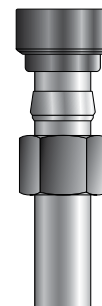
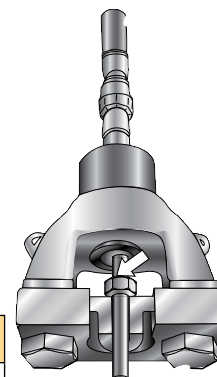

Abb. 1
Abb. 3
- Montieren Sie die CPI™/A-LOK® Mutter, den/die CPI™/A-LOK® Klemmring/e und die Körperpressschale wie in Abb. 1 gezeigt auf dem Rohr. Achten Sie darauf, dass das kegelige Ende des Klemmrings in Richtung des Verschraubungskörpers weist.
- Setzen Sie die Rohrbaugruppe (Abb. 1) wie in Abb. 3 gezeigt in die Mutternpressschale ein.